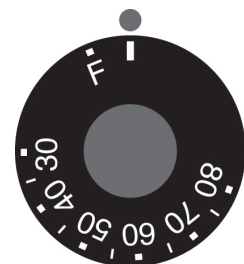

Abb. 6.1
- Drehen Sie den Temperaturwahlschalter in Position „I“ (s. Abb. 6.1).